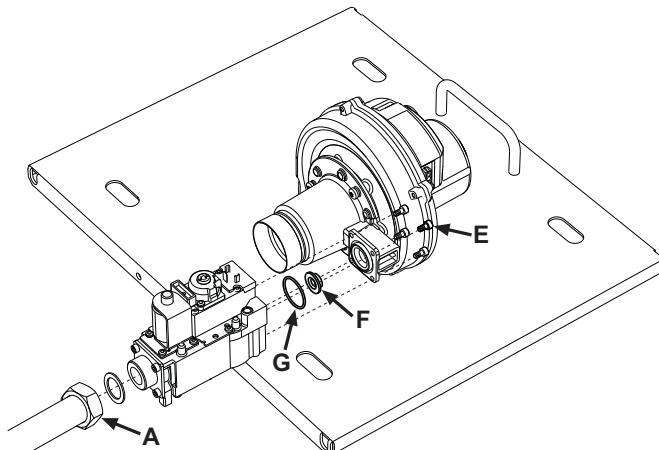
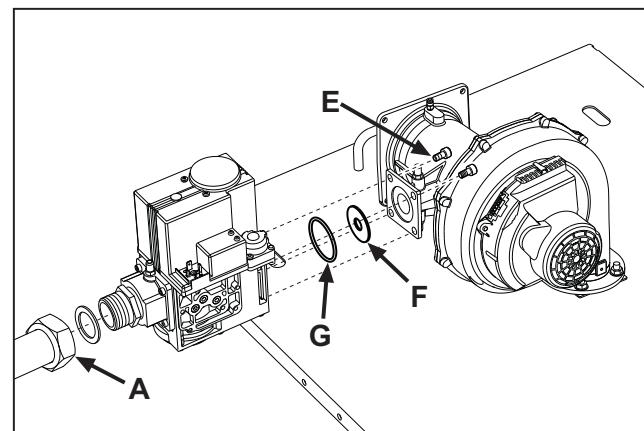
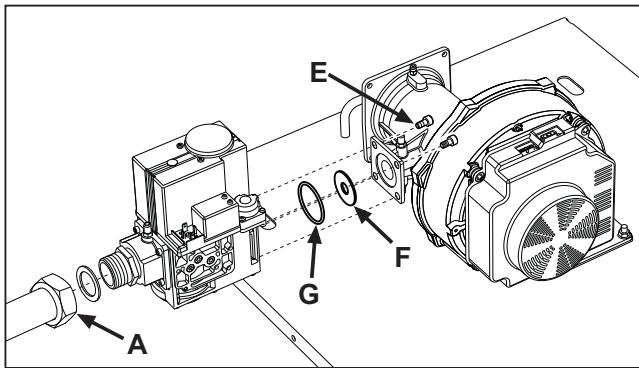

fig. 36 - Modèle QUADRIFOGLIO 125
fig. 37 - Modèle QUADRIFOGLIO 220
fig. 38 - Modèle QUADRIFOGLIO 320
4. Dévisser la rondelle “A” de fixation de la vanne à gaz (voir fig. 36, fig. 37 et fig. 38 pour les différents modèles).